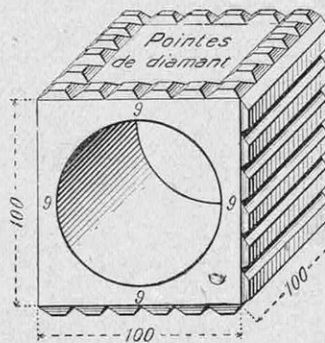

FIG. 2. — COUPE D'UN PAVÉ CREUX EN FONTE DE ROSNY-SOUS-BOIS
Le second en date des pavages en fonte, mis à l'essai sur la voie publique, est un pavé creux, rempli de ciment. C'est celui de Rosny-sous-Bois (route de Bondy) (fig. 2). Posé (3) en no-
(1) 25 mètres carrés environ de pavés de fonte pleins, fournis par la Fonderie Chapée du Mans.
(2) Volume que nous appellerons *volume unitaire*.
(3) 150 mètres carrés environ de pavés de fonte creux commandés par le département de la Seine aux Fonderies de Pont-à-Mousson.